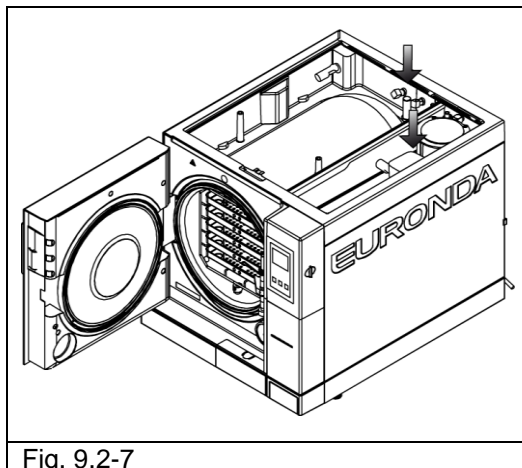

Fig. 9.2-7
6. Scoateți filtrele rezervorului de apă curată și murdară (Fig. 9.2-7), clătiți orice depuneri sub jet de apă și apoi reinstalați-le în rezervor, având grijă să le poziționați corect.